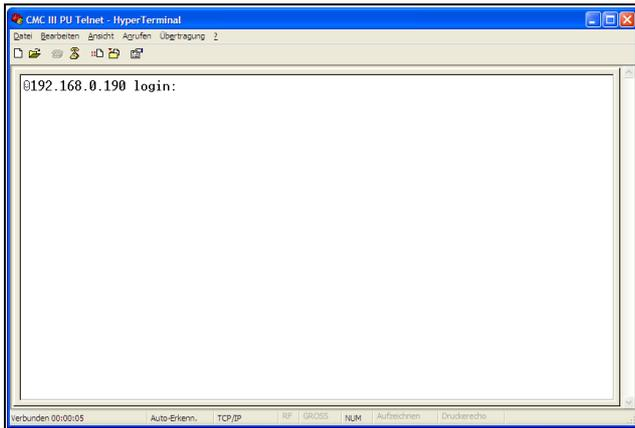

Abb. 16: Anmeldebildschirm
■ Drücken Sie einmal die „Return“-Taste, um den Anmeldebildschirm anzuzeigen. Dieser entspricht dem Anmeldebildschirm bei einer Telnet-Verbindung (Abb. 16).